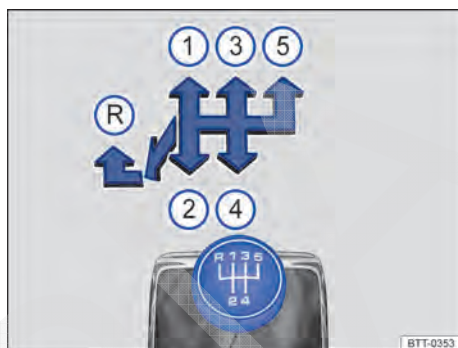

Fig. 92 Esquema de troca de marchas da transmissão manual de 5 marchas.
As posições de cada marcha estão representadas na alavanca de troca de marcha → Fig. 92.
- Empurrar a alavanca de troca de marcha totalmente para a esquerda e depois para frente até a posição da marcha a ré → Fig. 92 (R).